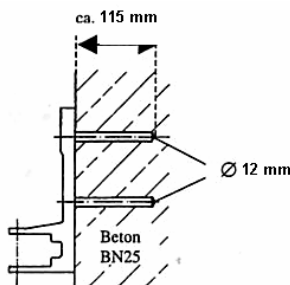

Bild 2a Wandmontage
4. Die Befestigungslöcher der linken oder rechten Konsole anzeichnen, dazu die Konsole als Schablone benutzen und mit einem **12 mm - Steinbohrer ca. 115 mm tief bohren. (Bild 2a und 2b).**